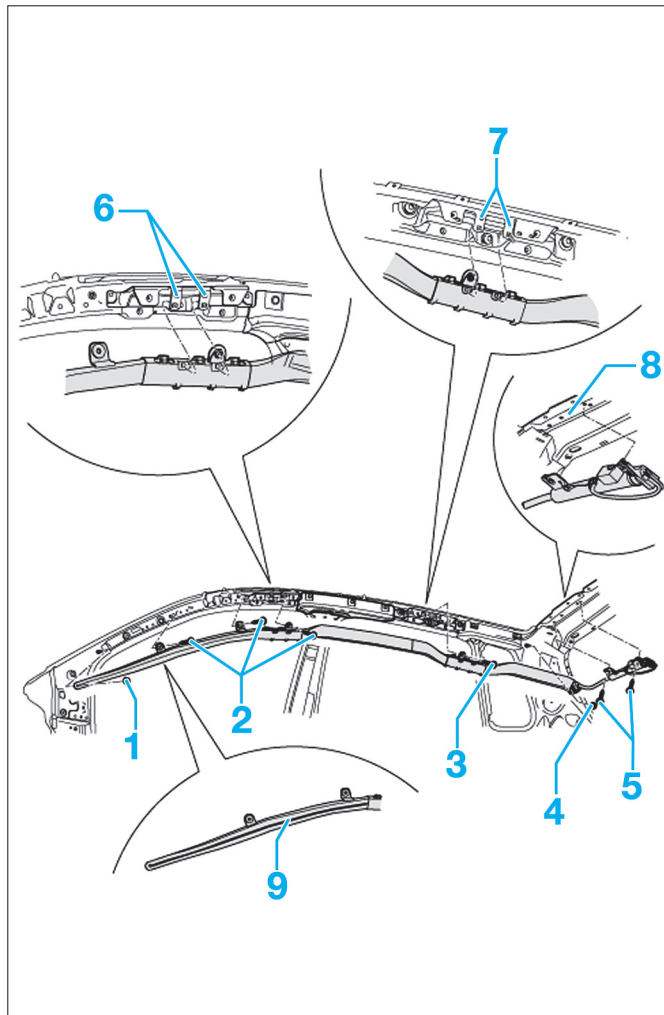

Fig. 6
- Dévisser les écrous et vis (1), (2), (3), (4) et (5) (Fig.6).
- Détacher le sac gonflable de tête de ses logements (6) dans la zone du montant B.
- Détacher le sac gonflable de tête de ses logements (7) dans la zone du montant C.
- Détacher le sac gonflable de tête de ses logements (8) dans la zone de la traverse de pavillon.
- Lors de la repose, le repérage (9) (Fig.6) doit être tourné vers l'avant. Il est interdit de le tourner différemment.